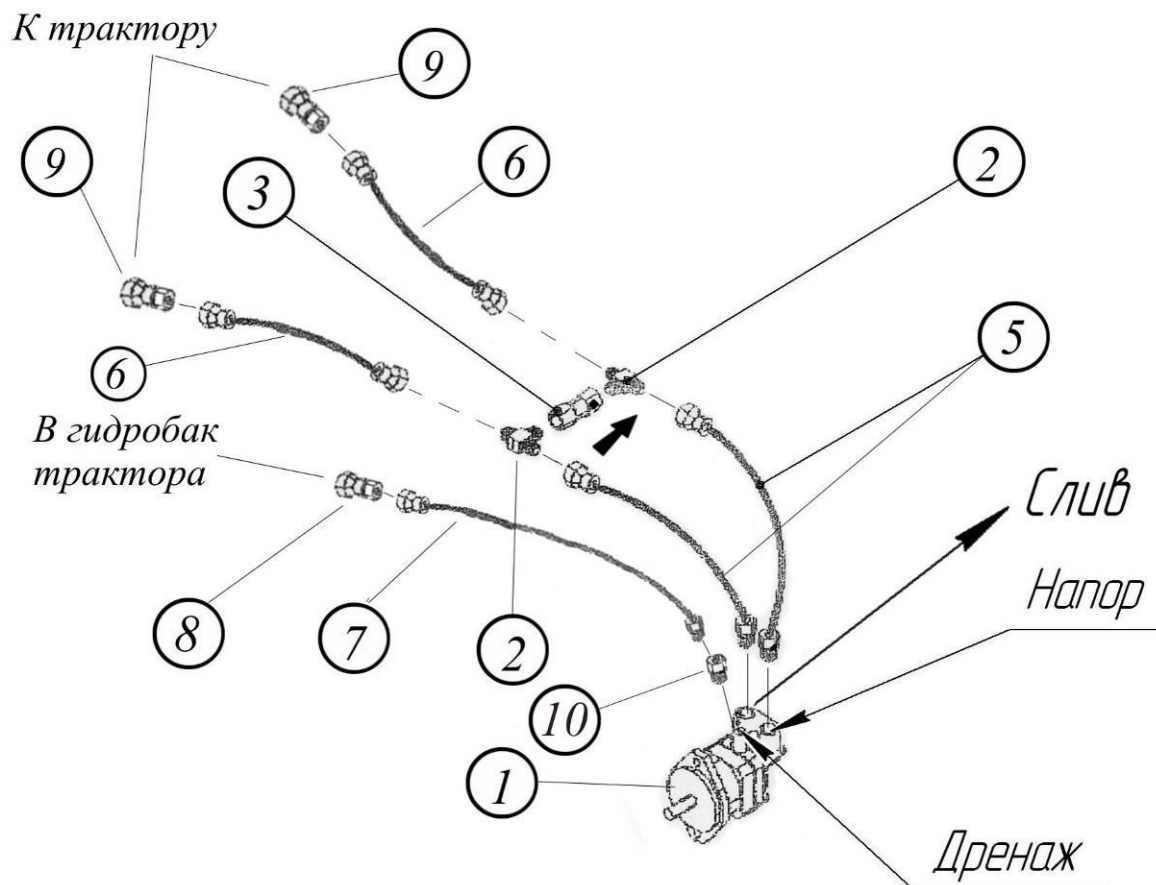

Рис.4.5.1.1. Гидропривод вентилятора бункера одноосного.
4.5.1.1. Установите элементы системы гидропривода вентилятора согласно рис.4.5.1.1 – для посевного комплекса с одноосным бункером и рис.4.5.1.2 – для посевного комплекса с двухосным бункером. Номера узлов и деталей см. в табл. 4.5.5, 4.5.6 соответственно и на бирках. Детали поз.1,2,3,5 уже установлены на бункере на заводе изготовителе.